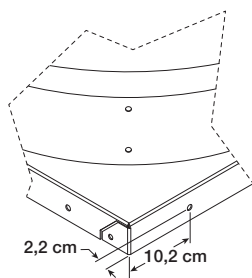

Figure 3
9. Voir si la base de la tourelle comporte un trou poinçonné à l'usine de dimensions identiques ou proches de celles indiquées à la Figure 3. Si ce trou est présent, il peut servir pour la fixation supérieure du câble d'arrêt. Sinon, percer un trou de 8 mm dans la base de la tourelle aux dimensions indiquées à la Figure 3.